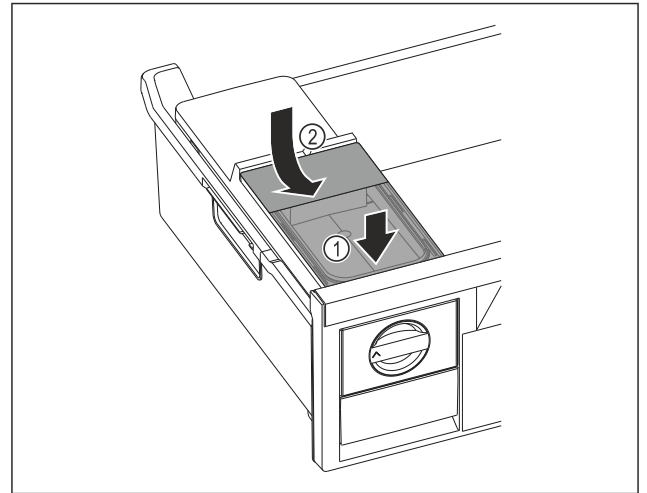

Fig. 122
- ▶ Nádržku na vodu nasadíte vpredú. Fig. 122 (1)
- ▶ Nádržku na vodu spustíte vzadu. Fig. 122 (2)